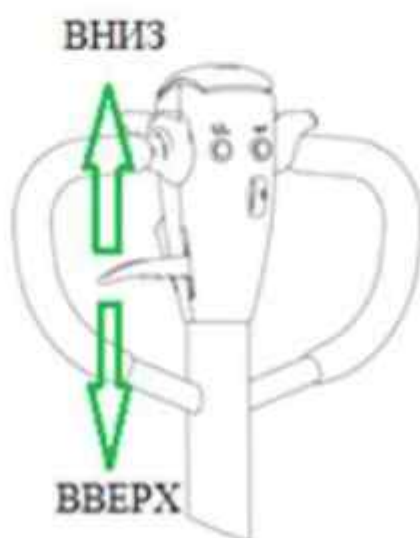

Рисунок 6. Рычаг управления
- Для опускания вилок поднимите рычаг в положении DOWN (ВНИЗ) (верхнее положение ручки). Для свободного перемещения рукоятки, установите рычаг в нейтральное положение (в центральное положение ручки). Для поднятия вилок установите рычаг в положение UP (ВВЕРХ) (нижнее положение ручки). Рисунок 6.